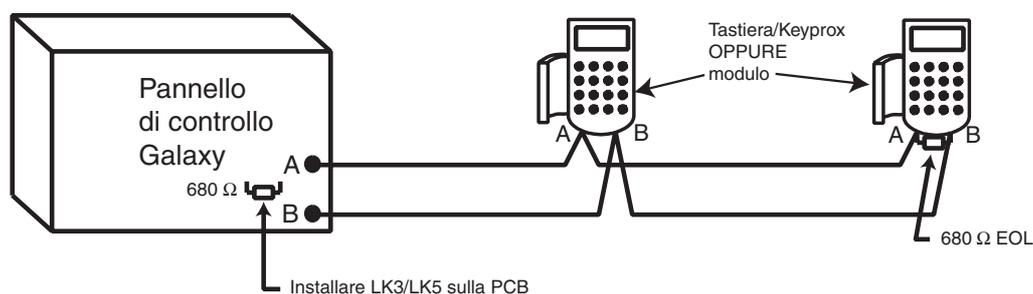

Figura 2-8. Configurazione a cascata
- Il doppino schermato, ove utilizzato, viene collegato alla colonnina di supporto per la messa a terra della centrale Galaxy mediante la graffetta a P e il dado forniti (fare riferimento alla Figura 2-8).